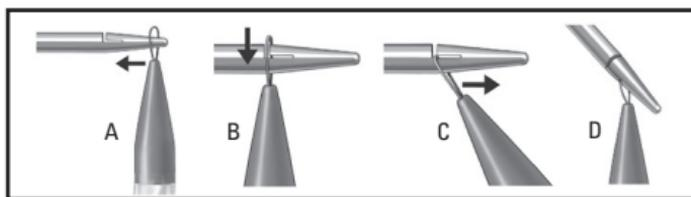

Figure 4. Engagement de la boucle d'association
- Engager une (1) boucle d'association à l'extrémité distale de l'aiguille (Figure 4) faisant saillie à travers le vagin.